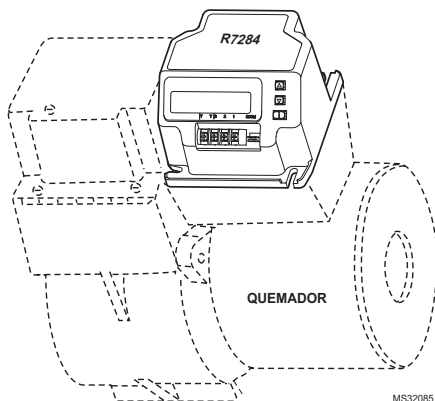

Fig. 1. Montaje del R7284 en la caja de empalmes.
1. Instálelo en una caja de empalmes de 102 x 102 mm (4 x 4 in), directamente sobre el quemador principal o dentro del gabinete del artefacto. En aplicaciones de reemplazo, instálelo en la misma ubicación que el control anterior. Consulte la Fig. 1. Asegúrese de que las temperaturas de funcionamiento se encuentren dentro del rango de temperatura ambiente (consulte la sección Especificaciones).